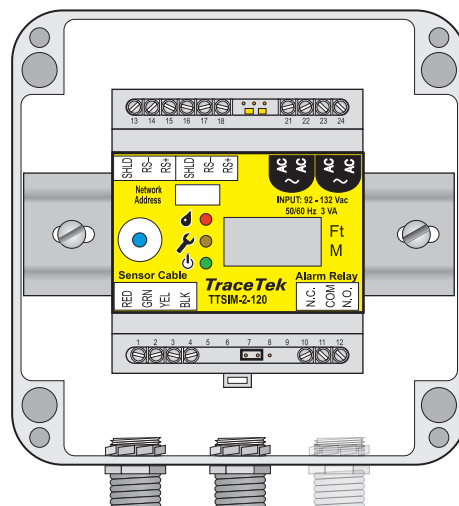

Figura 2. Custodia NEMA 4X
### Montaggio del modulo TTSIM-2 nella custodia opzionale NEMA 4X – Figura 2
- L'installazione in un tipico ambiente difficile all'esterno richiede tre fori nella custodia TTSIM-ENC: uno per il cavo di alimentazione e comunicazione verso l'interno, uno per il cavo di alimentazione e comunicazione verso l'esterno e uno per il cavo leader. Vedere Figura 2.